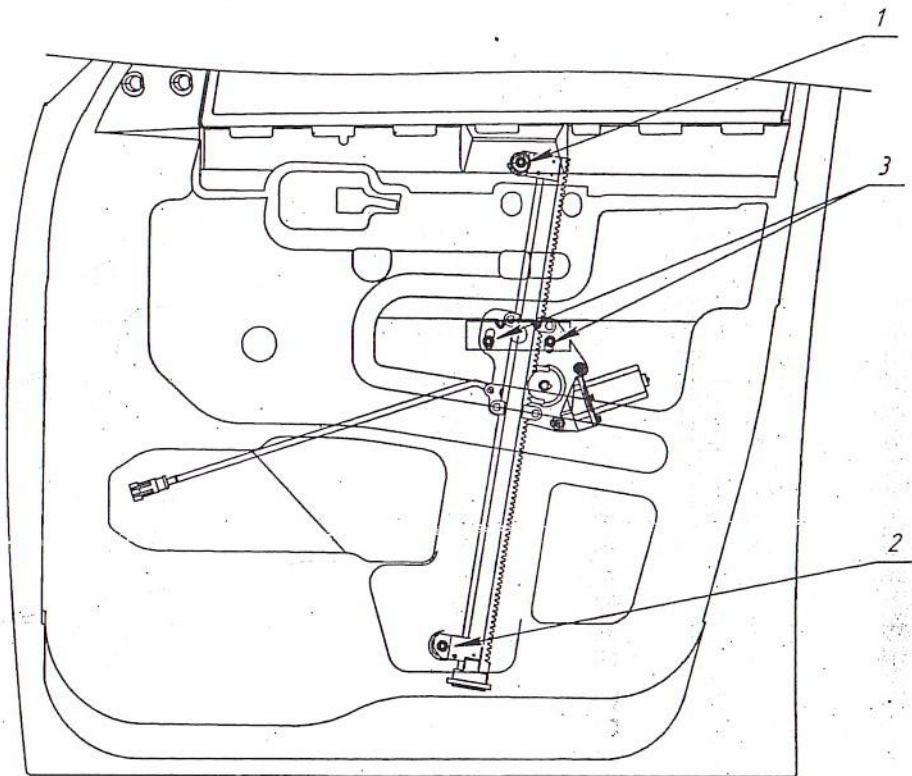

Рис.1
- 6.8 Установить ЭСП в дверь на штатные отверстия в соответствии с рис. 1. Закрепить гайками М6 со стопорными шайбами. Соединить колодки мотор-редуктора ЭСП с колодкой проводки двери.